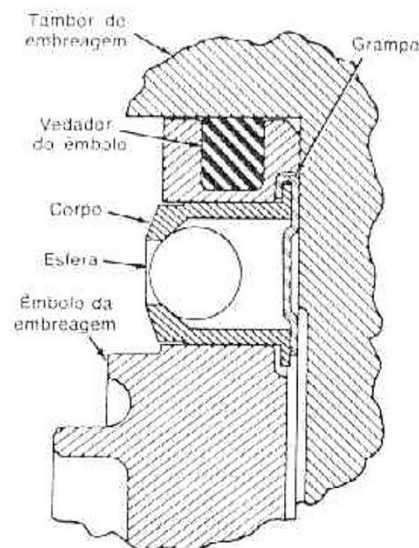

fig. 29 — válvula de retenção do êmbolo da embreagem
2. Verificar se há obstrução na passagem de fluido do cilindro da embreagem. Limpar todas as passagens de fluido. Examinar o êmbolo da embreagem quanto a sulcos. Substituí-lo se necessário. Examinar a esfera de retenção do êmbolo (fig. 29) quanto ao seu livre movimento e perfeito assentamento.